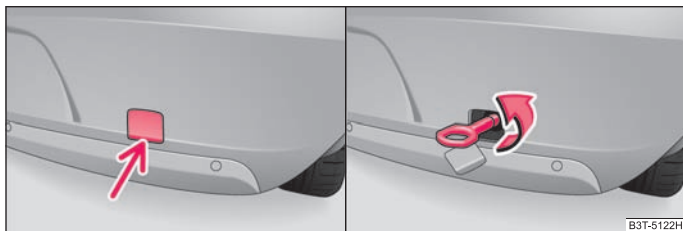

Abb. 204 Hinterer Stoßfänger: Ausbau der Abdeckung / Einbau der Abschleppöse
- Drücken Sie auf den unteren Teil der Abdeckung im hinteren Stoßfänger ⇒ **Abb. 204** - links und nehmen Sie diese heraus.
- Schrauben Sie die Abschleppöse nach links bis zum Anschlag ein ⇒ **Abb. 204** - rechts und ziehen Sie diese so fest wie möglich an. Für das Festziehen empfehlen wir z. B. den Radschlüssel*, die Verzurröse eines anderen Fahrzeugs oder einen ähnlichen Gegenstand zu verwenden, den Sie durch die Öse stecken können.